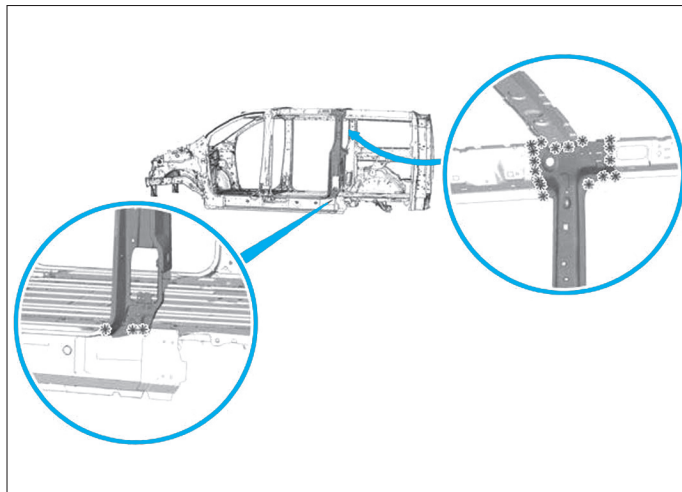

FIG. 65
- Découper les points (Fig.65).